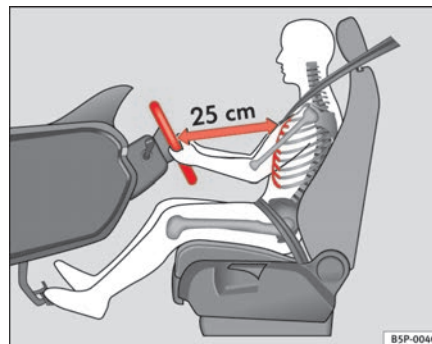

Abb. 116 Die richtige Sitzposition des Fahrers
- Stellen Sie das Lenkrad so ein, bis die gewünschte Einstellung erreicht ist \Rightarrow Abb. 116.
- Stellen Sie den Fahrersitz oder das Lenkrad so ein, dass der Abstand zwischen Lenkrad und Brustbein mindestens 25 cm beträgt ⇒ Seite 161, Abb. 116. Wenn Sie den Mindestabstand nicht einhalten, kann Sie das Airbag-System nicht schützen – Lebensgefahr!